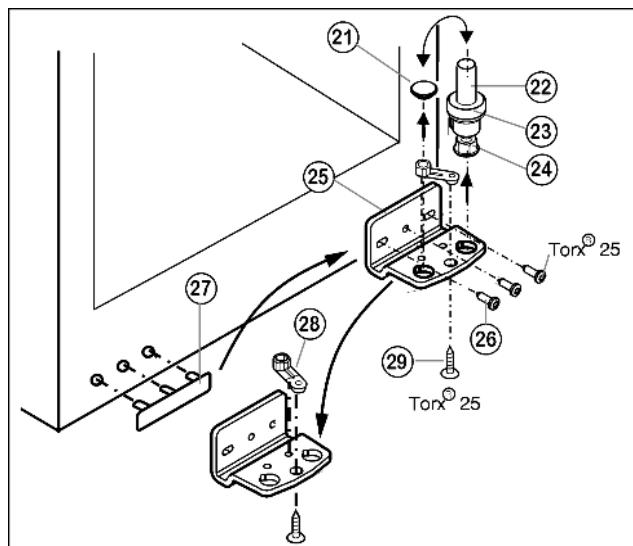

Fig. 6
- Lagerbolzen Fig. 6 (22) komplett, mit Scheibe Fig. 6 (23) und Stellfuß Fig. 6 (24), nach oben herausziehen.
- Stopfen Fig. 6 (21) abheben.
- Lagerbock Fig. 6 (25) abschrauben Fig. 6 (26).
- Lagerteil Fig. 6 (28) abschrauben Fig. 6 (29) und in das gegenüberliegende Aufnahmeloch des Lagerbocks umsetzen, wieder festschrauben.
- Griffseitige Abdeckung Fig. 6 (27) vorsichtig abheben und auf die Gegenseite umsetzen.
- Lagerbock Fig. 6 (25) auf der neuen Scharnierseite ggf. mit Hilfe eines Akkuschraubers **fest (mit 4 Nm)** wieder anschrauben.
- Stopfen Fig. 6 (21) in das andere Loch wieder einsetzen.
- Lagerbolzen Fig. 6 (22) komplett, mit Scheibe und Stellfuß, wieder einsetzen. Dabei darauf achten, dass der Rastnocken nach hinten zeigt.
- Stopfen (33) aus der Türlagerbuchse herausheben und umsetzen.
- Türgriff (32), Stopfen (33) und Druckplatten* (34) abmontieren und auf die Gegenseite umsetzen.
- Tür von oben auf Lagerbolzen unten Fig. 6 (22) aufsetzen.
- Oberen Lagerbock (12) auf der neuen Scharnierseite in die Tür einsetzen.
- Oberen Lagerbock (12) **fest (mit 4 Nm)** anschrauben (2 mal Torx® 25) (13). Schraublöcher evtl. vorstechen oder Akkuschrauber verwenden.
- Abdeckung (10) und Abdeckung (11) jeweils auf der Gegenseite aufrasten.
- Die Tür evtl. über die beiden Langlöcher im Lagerbock unten Fig. 6 (25) fluchtend zum Gerätegehäuse ausrichten. Dazu mittlere Schraube herausdrehen.